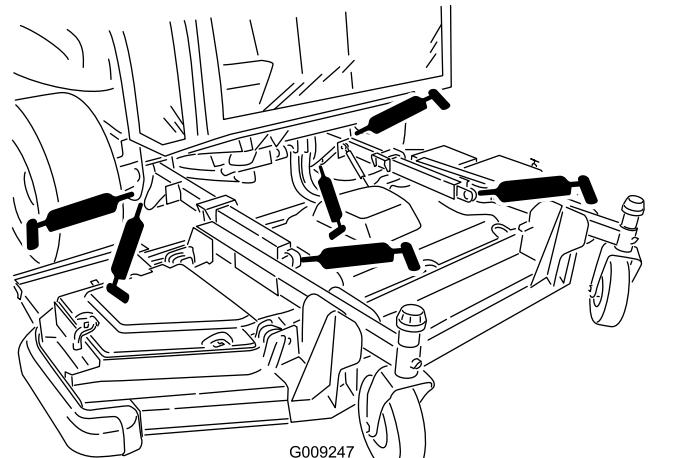

Bild 53
- 2 Hubarmbüchsen (Bild 53)
- Zwei Hubarm-Kugelgelenke (Bild 53)
- Zwei Frontmähwerk-Hubzylinderdrehzapfen (Bild 53)